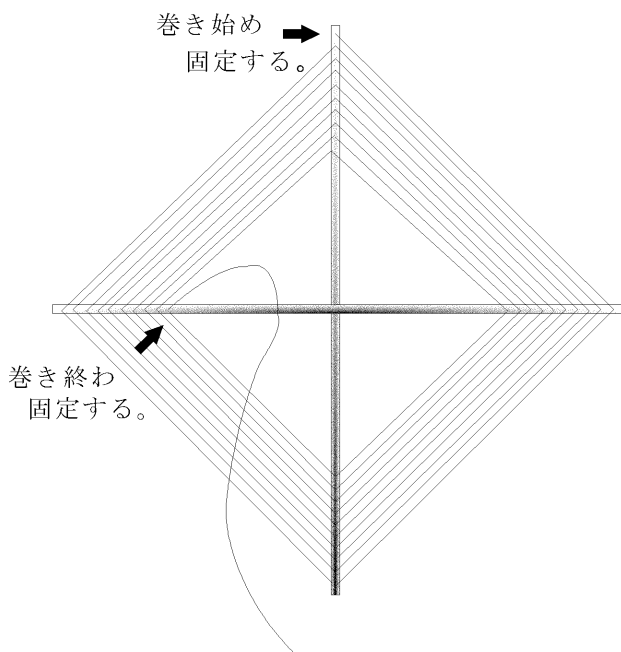

図16 ループアンテナ完成図
- (4) 十字に組んだ部分を針金を用いて固定する。
- (5) ヒートンの一カ所にリード線の一端を固定し、図16のように十字に組んだ木棒にリード線を取り付ける。この時、リード線はヒートンの穴を通すとよいが、簡単に作るにはヒートンにリード線をひっかけるだけでもよい。